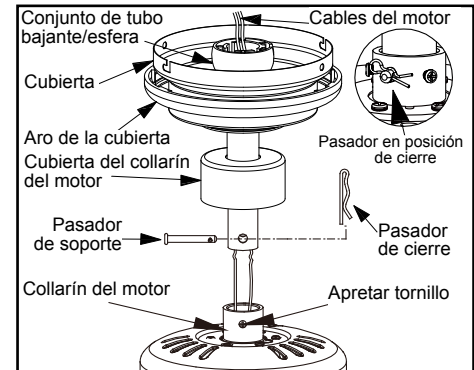

Figura 7
del tubo bajante/esfera. (Figura 7)
6. Alinea los orificios en la parte inferior del tubo bajante con aquellos del collarín en la parte superior de la carcasa de motor. (Figura 7) Inserta con cuidado el pasador del colgador a través de los orificios del collarín y del tubo bajante. Ten cuidado de no apretar contra el cableado dentro del tubo bajante. Inserta el pasador de cierre en el orificio cercano al extremo del perno hasta que encaje en su posición, como se muestra en el círculo de la Figura 7.